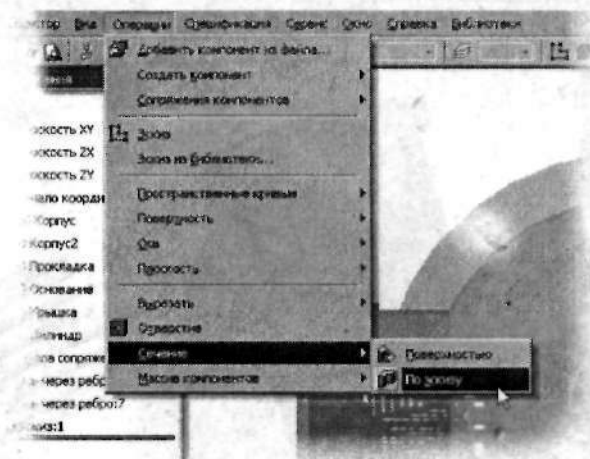

Рис. 3.40. Выберите из Главного меню команду, выполняющую сечение по эскизу
14. Выйдите из режима редактирования эскиза и выберите из **Главного меню** команду **Операции | Сечение | По эскизу** (рис. 3.40).